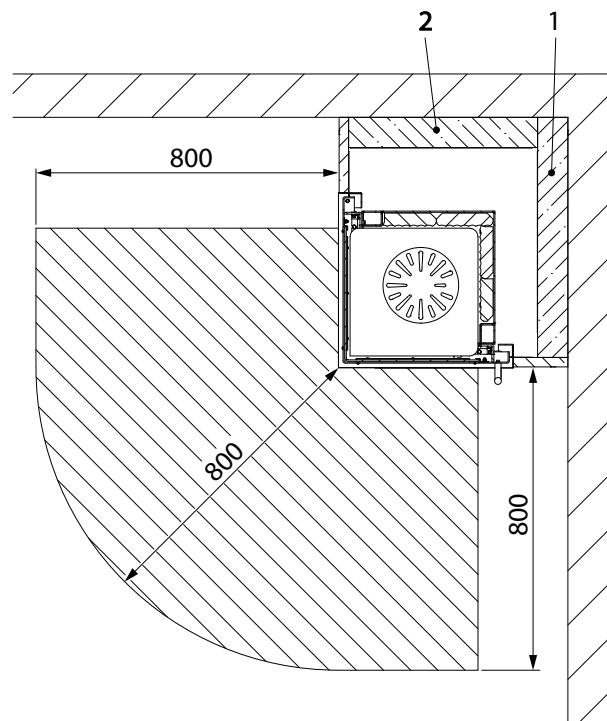
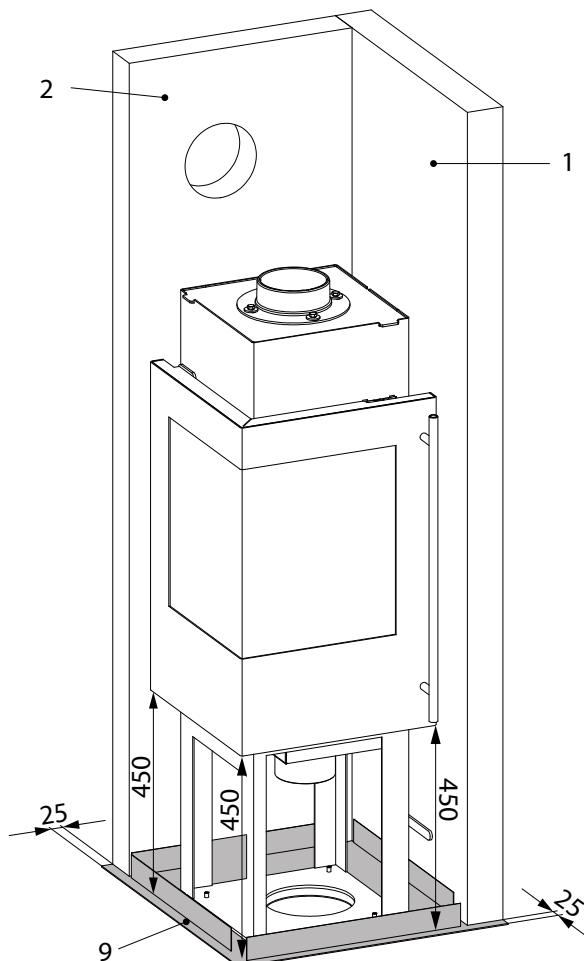

Fig.3
Fig.4
- Aufstellplatz festlegen. Das Heizgerät kann 2-seitig wandbündig aufgestellt werden. Im Strahlungsbereich des Heizgerätes dürfen bis zu einem Abstand von 80cm, gemessen ab Sichtscheibe der Feuerraumtür, keine Gegenstände aus brennbaren Stoffen vorhanden sein oder abgestellt werden (siehe Fig.3).
- Bodenplatte (9, Fig.4) so auf den festgelegten Aufstellplatz legen, dass die beiden 80mm dicken Dämmplatten 1+2 in Richtung der Aufstellwände positioniert werden (siehe Fig.3).
- Heizgerät so ausrichten, dass der Abstand zwischen Bodenplatte und Unterkante Feuerraumtür überall 450mm beträgt (siehe Fig.4).
- Dämmplatten 1+2 aufstellen und eventuell mit ein paar Klebestellen an den Aufstellwänden fixieren. Bei 1-seitiger Aufstellung mit Aufstellwand hinter Dämmplatte Pos.2 können die beiden Dämmplatten mit 3 Spanplattenschrauben Ø6x140 (17) zusätzlich verschraubt werden (kein vorbohren und senken notwendig). In jedem Fall müssen beide Platten untereinander verklebt werden.